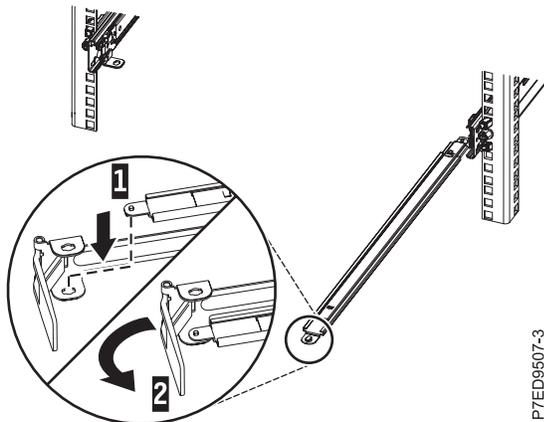

Abbildung 13. Kabelträgerhaltewinkel am Stützarm sichern
- Suchen Sie die Bohrung an der unteren inneren Ecke des L-förmigen Kabelträgerhaltewinkels **(B)**. Positionieren Sie das lose Ende des Stützarms so, dass die Verriegelungslasche an der Unterseite ihrer Spitze an der Bohrung der Halterung ausgerichtet ist. Setzen Sie die Lasche in die Bohrung **(1)** ein und befestigen Sie die Halterung **(2)** durch Drehen am Stützarm (siehe Abb. 13).